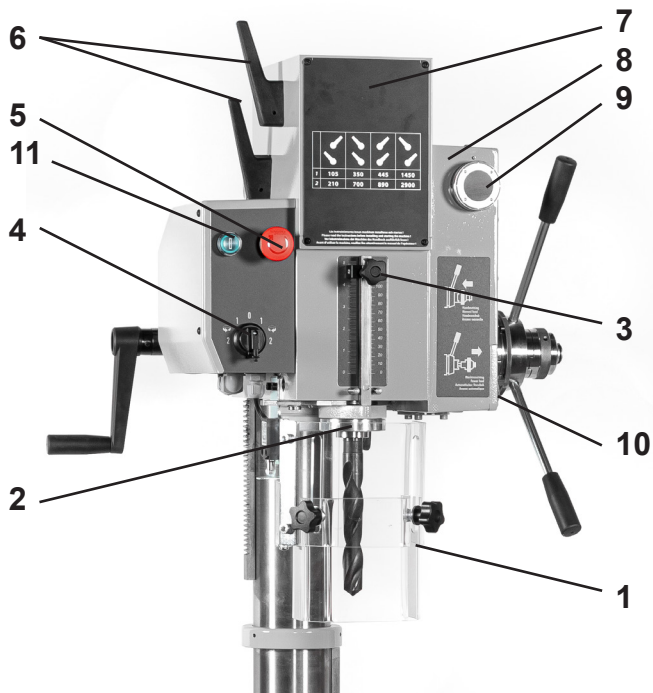

Figura 7 - Testa del trapano
Vedere la posizione del pulsante di arresto di emergenza (5) in figura 7. L'arresto di emergenza deve essere utilizzato in caso di emergenza per arrestare la macchina il più rapidamente possibile.